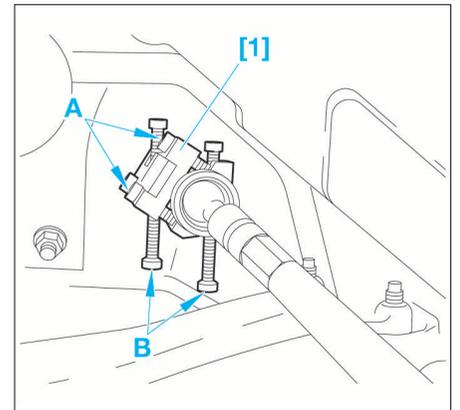

FIG. 11
- Désaccoupler la rotule de direction à l'aide d'un extracteur (ref. 1892-T par exemple).
- Désaccoupler le tuyau d'équilibrage des pressions du soufflet de crémaillère (2).
- Repérer la position du soufflet de crémaillère (2) par rapport au boîtier de direction.
- Déposer les colliers (3).
- Déposer le soufflet de crémaillère (2).
- Positionner l'outil [1] (outil antirotation de crémaillère ref. 0721.B) sur la crémaillère afin que ses appuis rotulés prennent appuis sur le berceau (Fig.11).